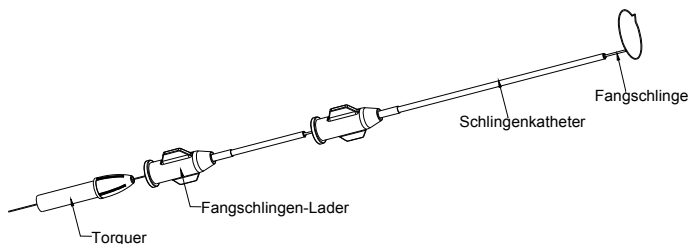
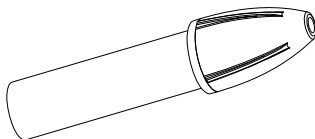

Abbildung 1 SeQure™ Schlingenkatheter-System
Abbildung 5 Torquer
- Das SeQure™ Schlingenkatheter-System, inklusive General Schlingenkatheter-System, Petite Schlingenkatheter-System und Micro Schlingenkatheter-System für unterschiedliche Schleifengrößen und Fangschlingenlängen, besteht aus einem Schlingenkatheter, einem Fangschlingen-Lader und einem Torquer. Die Fangschlinge besteht aus einem Nitinol-Schaft und einer Schleife. Beide sind am konischen Teil des Nitinol-Schafts durch die Druckkraft des PTFE-Schrumpfschlauchs miteinander verbunden. Die Schleife besteht aus geflochtenen Nitinol-Drähten, die zur Verbesserung der Strahlenundurchlässigkeit mit einem Titanitrid-beschichteten Wolframdraht umwickelt sind. Die Ebene der Schleife verläuft senkrecht zum Nitinol-Schaft. Aufgrund des Formgedächtnisses und der superelastischen Eigenschaften von Nitinol kann die vorgeformte Schleife der Fangschlinge ohne die Gefahr der Verformung in den Katheter eingeführt werden. Der Schlingenkatheter besteht aus einem PE-Schlauch. Der Luer-Konnektor hat an seiner distalen Spitze einen strahlenundurchlässigen Markierungsstrich, um die Sichtbarkeit während der Operation zu verbessern. Die Fangschlinge ist bereits mit dem Fangschlingen-Lader und dem Torquer vormontiert und wird mit dem entsprechenden Katheter verpackt. (Siehe Abbildung 1 bis Abbildung 5)